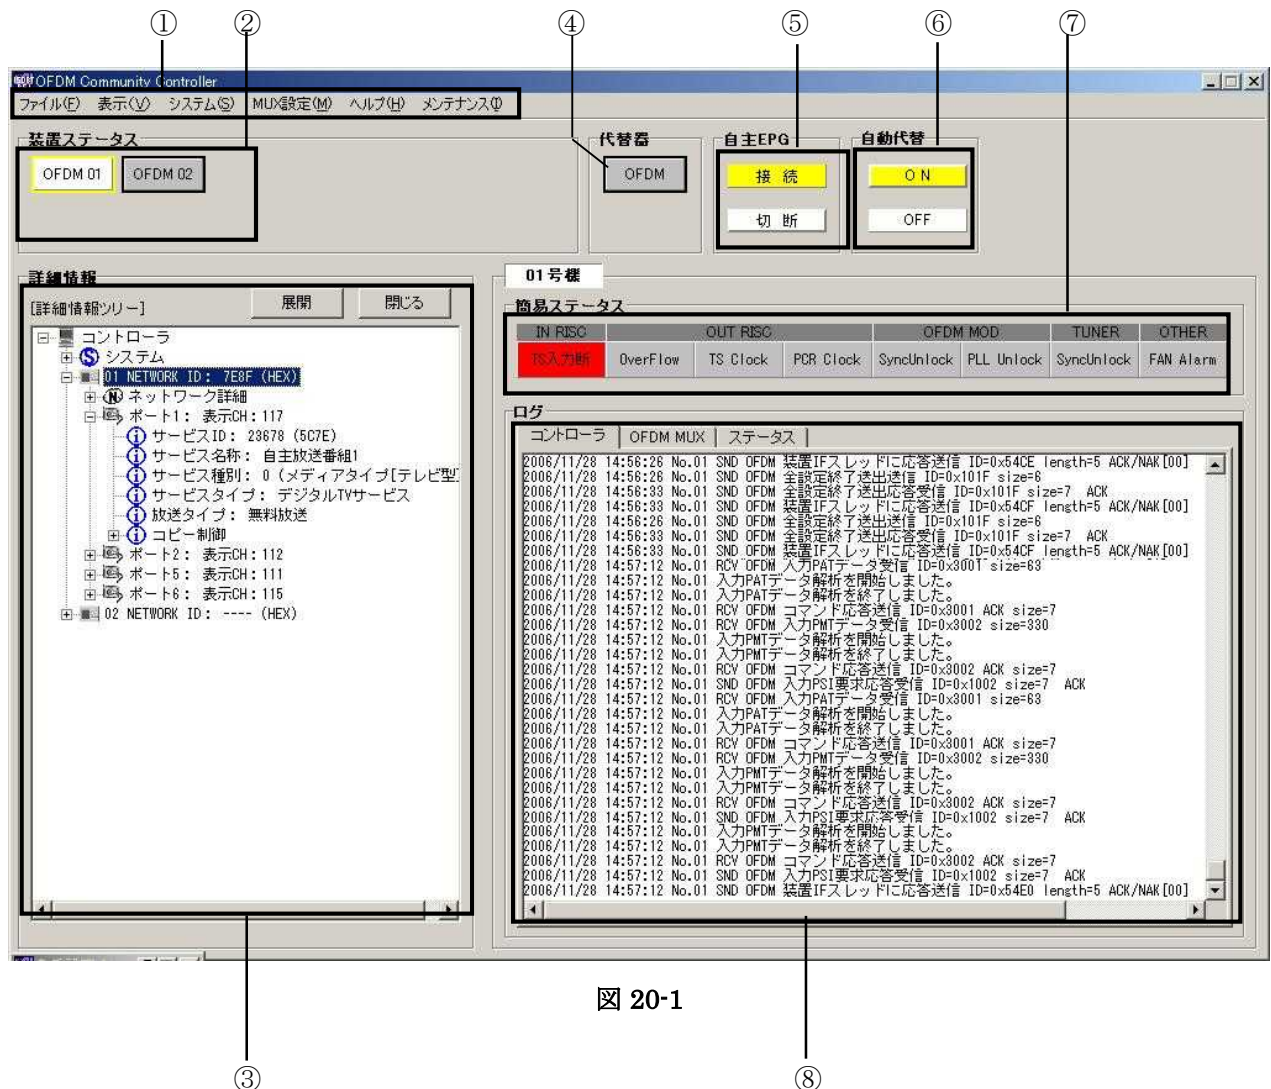

図 20-1
「C:\OFDMAApplication\OFDMMuxCont\Exe\OFDMMUXCont.exe」が起動し、図 20-1 の画面を表示します。
③ 詳細情報ツリー
- メニューバー（図 20-1①）から表示で「詳細ツリー」または「簡易ツリー」を選べます。
④ 代替器
- ②と同様（装置ステータス ボックス状態）に代替器の状態を色で表示します。
⑤ 自主 EPG
⑥ 自動代替の状況表示
(図 20-1①メニューバーから「システム」「システム設定」を選択します。)